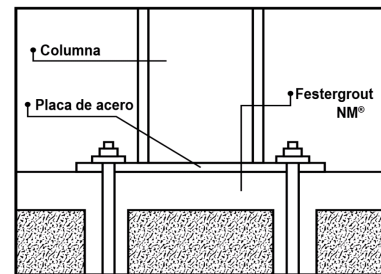

Fig 2. Recibir placas de apoyo
- Recibir placas de apoyo para estructuras metálicas (fig. 2)